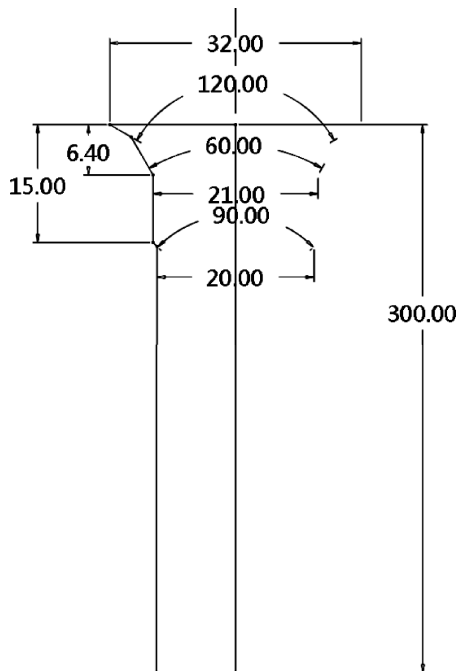

图 5-8 草绘孔绘制步骤 4
步骤 4: 绘制中心孔。绘制如图 5-8 所示的中心孔。首先绘制孔的旋转轴，然后用直线沿着旋转轴绘制出孔的深度，再在中心线一侧绘制孔的轮廓，最后修改尺寸值。
① 旋转中心线的方向：绘制孔的形状时，旋转中心线是竖直放置的中心线，而不是其他方向的中心线。因为在系统中不管孔的实际方向如何，系统都会自动将草绘孔与放置平面对齐。
② 孔的开口：与中心线垂直的第一条水平直线作为孔的开口，如图 5-8 中尺寸标注为 32 的直线，且孔的开口必须是水平直线。